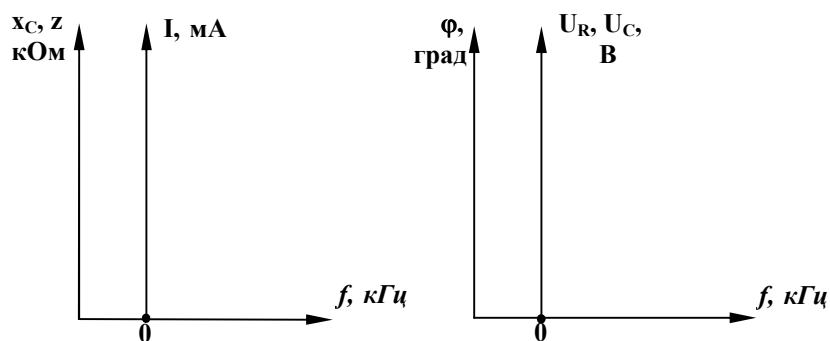

Рис.3.1. Рекомендуемые виды осей для графиков
**ПРИМЕЧАНИЕ** : для построения нескольких графиков на одном чертеже рекомендуется по оси абсцисс отложить частоту  $f$  в кГц, а осей ординат выбрать столько, сколько графиков различных размерностей требуется построить (см. рис. 3.1 а,б).